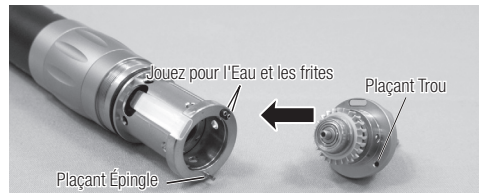

Fig. 17
- (3) Lorsque vous insérez une nouvelle cartouche, alignez les tuyaux d'alimentation en air et en eau ainsi que la broche de positionnement avec les trous situés dans le nez de la cartouche et enfoncez-la en ligne droite. (Fig.17)
- (4) Enfin, serrez bien le dispositif d'arrêt de la cartouche.